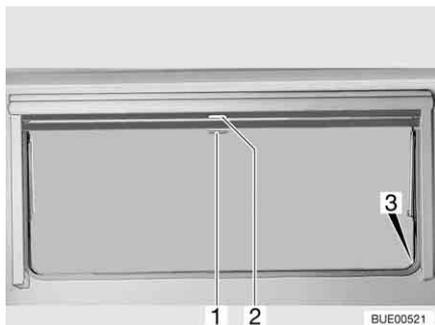

Fig. 84 Janela de projetar
- Puxe para baixo o estore opaco no manípulo (Fig. 84,2). Quando o estore opaco está completamente fechado, prenda-o de ambos os lados no fixador (Fig. 84,3) na moldura da janela.
- Quando o estore opaco está completamente fechado: Empurre o manípulo (Fig. 84,2) para baixo, puxando-o ao mesmo tempo um pouco para dentro. Desprenda o estore opaco dos fixadores no lado esquerdo e no lado direito na moldura da janela.
- Quando o estore opaco se encontra em posição intermédia: Puxe o manípulo (Fig. 84,2) um pouco para baixo até o fixador ficar solto.
- Puxe para baixo a mosquiteira com o manípulo (Fig. 84,1) e pendure ambos os lados no fixador (Fig. 84,3) na moldura da janela.
- Empurre o manípulo (Fig. 84,1) para baixo, puxando-o ao mesmo tempo um pouco para dentro. Desprenda a mosquiteira dos fixadores no lado esquerdo e no lado direito na moldura da janela.